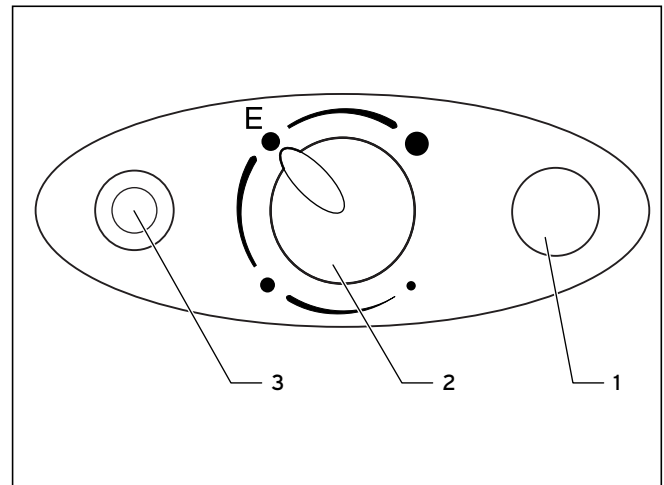

Abb. 4.2 Bedienungsblende
In Netzen mit Niedertarifen (Schwachlasttarifen) kann der VEH exclusiv/pro in Zweikreisschaltung angeschlossen werden. In Niedertarifzeiten wird dann die Grundlast vom Elektrizitätsversorger eingeschaltet. Der Temperaturregler schaltet die Heizleistung während dieser Zeit selbstständig ein und aus. Bei Bedarf wird durch Betätigen der Taste (3, Abb. 4.2) die „Schnellaufheizung“ des VEH exclusiv/pro aktiviert. Mit Erreichen der gewählten Wassertemperatur schaltet die Schnellheizung aus und nicht wieder ein. Der Betrieb des VEH exclusiv/pro wird während der Schnellaufheizung mit der gelben Signallampe angezeigt.
Der VEH exclusiv/pro heizt den Wasserinhalt nach Betätigung der Taste (3, Abb. 4.2) einmalig auf. Die gelbe Signallampe leuchtet während dieser Zeit. Jeder Aufheizevorgang muss durch Drücken der Taste (3) separat eingeschaltet werden.